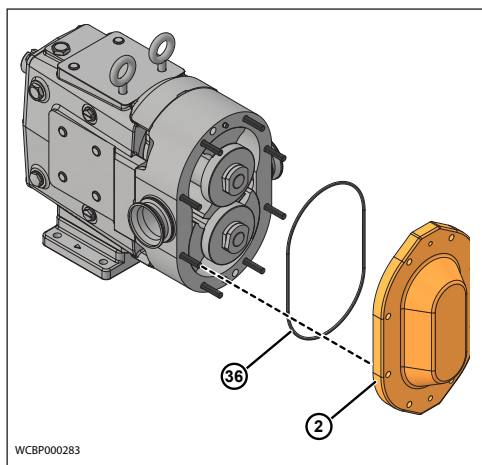

Figure 32 - Dépose du joint torique
2. Retirez le couvercle (2). S'il est coincé, desserrez-le à l'aide d'un marteau doux. Retirez et mettez au rebut le joint torique du couvercle (36) (figure 32).